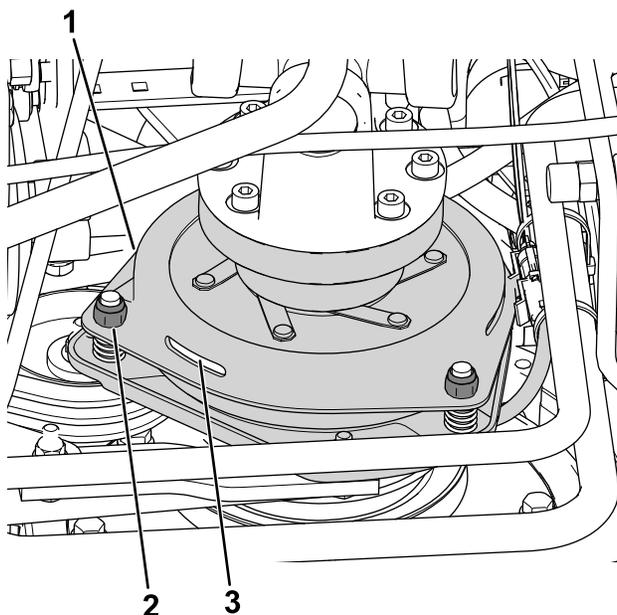

Figura 76
3. Ajuste la holgura hasta que pueda deslizarse una galga de 0,3 mm entre la guarnición del embrague y la placa de fricción con una ligera presión (Figura 76).
Nota: La holgura puede reducirse girando las tuercas de ajuste en sentido horario (Figura 76). La holgura máxima es de 0,6 mm. Ajuste las 3 holguras a 0,4 mm.